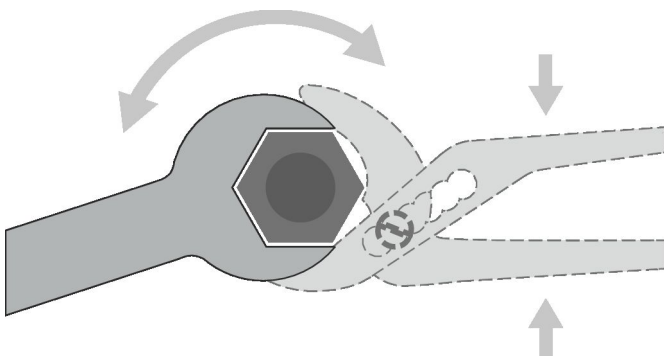

Abb. 32: Mit Rohrzanze gegenhalten
1. ▶ Den Gewindeanschluss des Wärmeübertragers mit einer Rohrzanze (Abb. 32 /2) fixieren.
2. ▶ Den Wärmeübertrager unter permanentem Gegenhalten des Gewindeanschlusses mit einem Sechskantschlüssel (Abb. 32 /1) an den bauseitigen Anschluss anschließen.